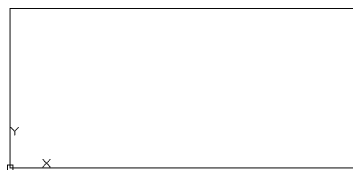

图 12-79 绘制矩形
(1) 设置绘图环境。用“LIMITS”命令设置图幅为 297×210 ;用“ISOLINES”命令设置对象上每个曲面的线框密度为 10。
(2) 单击“默认”选项卡“绘图”面板中的“矩形”按钮,绘制角点为 (0,0), (560,260) 的矩形。绘制结果如图 12-79 所示。
(3) 单击“默认”选项卡“绘图”面板中的“圆弧”按钮,绘制圆弧,命令行提示与操作如下: